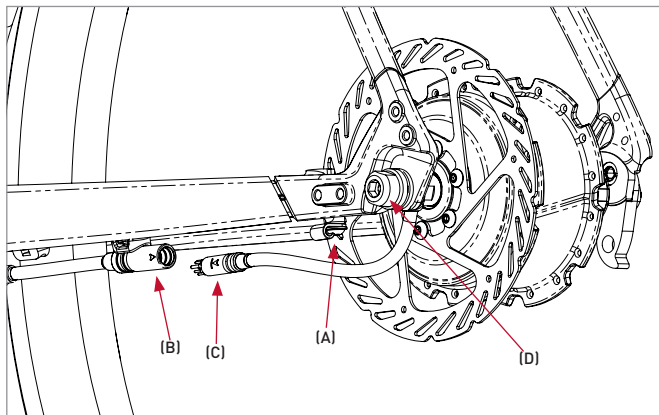

Figure 2
Reportez-vous à la figure 2 et effectuez les opérations suivantes lors de la dépose de la roue arrière afin d'éviter d'endommager le système MAHLE et les guides-câbles.
Reportez-vous aux figures 2, 3 et 4 pour une installation correcte de la roue.
2. À l'aide d'une clé hexagonale de 8 mm ou d'une clé plate de 17 mm, serrez les écrous de l'axe (D) sur les côtés gauche et droit du vélo à 23 Nm (figure 2).
3. Raccordez le câble du moteur du cadre (C) au câble du moteur du moyeu (A) en alignant les flèches sur les fiches afin d'aligner la fiche et la prise (figure 2).
4. Enfoncez le câble du moteur du moyeu (A) dans l'attache en J (B). L'attache en J se plie pour s'adapter au câble (figure 2).